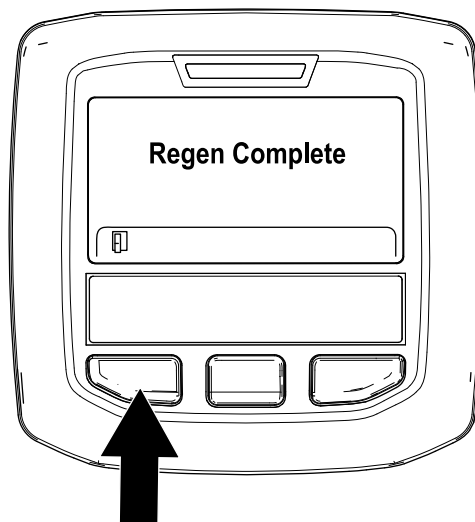

Bild 54
- Die geparkte Regenerierung ist abgeschlossen, wenn die Meldung „Regen. Complete“ im InfoCenter angezeigt wird. Drücken Sie die linke Taste, um den Homebildschirm anzuzeigen (Bild 54).